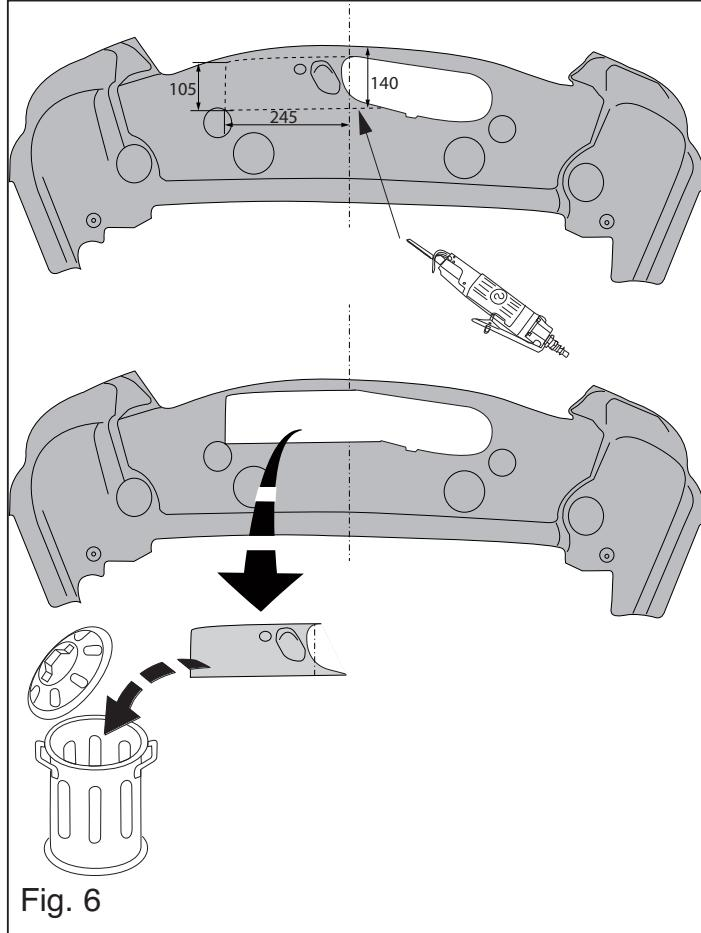

Fig. 6
**CLA-Klasse:** Выпилить часть из закрывающей пластины, как указано на рис. 6.